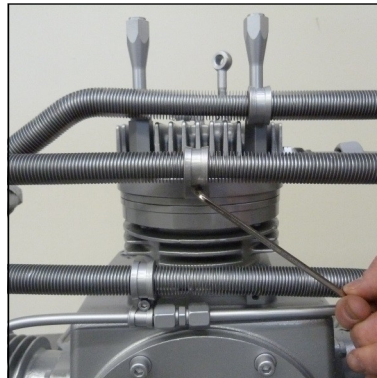

Abb. 3- Kühlrohr-Schelle
- Kühlrohrschelle entfernen (Abb. 3).